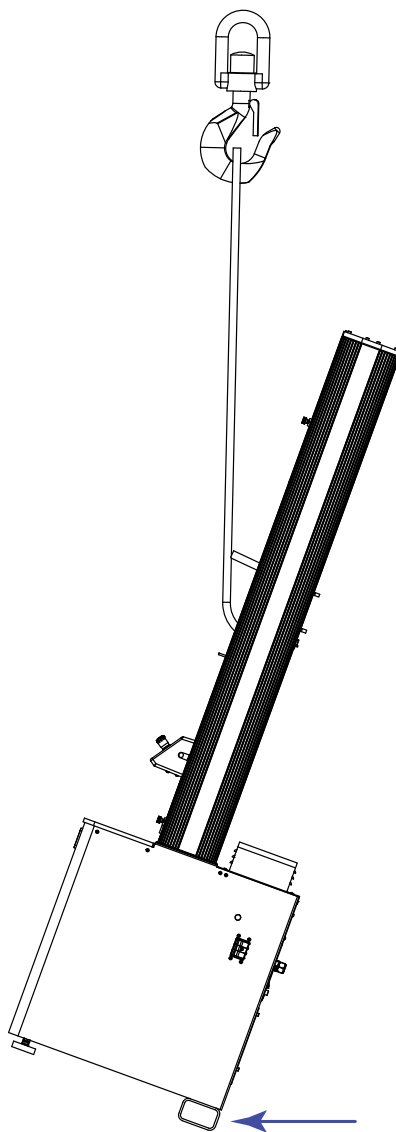

Figura 24. Raddrizzamento del telaio di prova di carico
5. Sollevare lentamente il telaio in posizione verticale (consultare la Figura 24 a pagina 82).
Durante il sollevamento, assicurarsi che le uniche parti a contatto con lo scivolo di spedizione o con il pavimento siano le staffe tubolari nella parte posteriore della base del telaio (indicate dalla freccia nella Figura 24 a pagina 82).